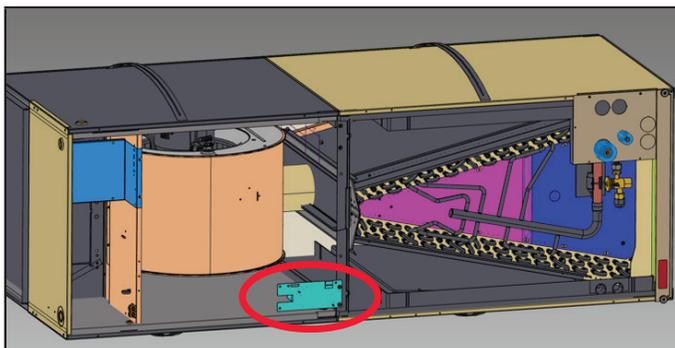

FIGURE 10
- 3 - Une fois le serpentín et le support central réinstallés dans l'unité, les panneaux de l'unité de traitement de l'air étant retirés, installez le support du capteur sur le support central en alignant les trous comme illustré à la figure 10.